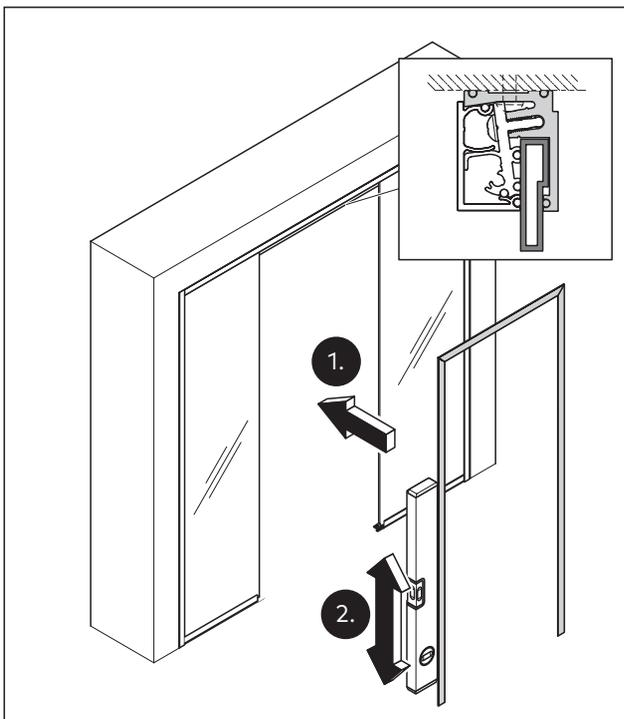

Abb. 29 Das Grundprofil für die Zarge von der Bandgegenseite in die Durchgangsöffnung stellen
1. Das Grundprofil für die Zarge von der Bandgegenseite in die Durchgangsöffnung stellen (Abb. 29).